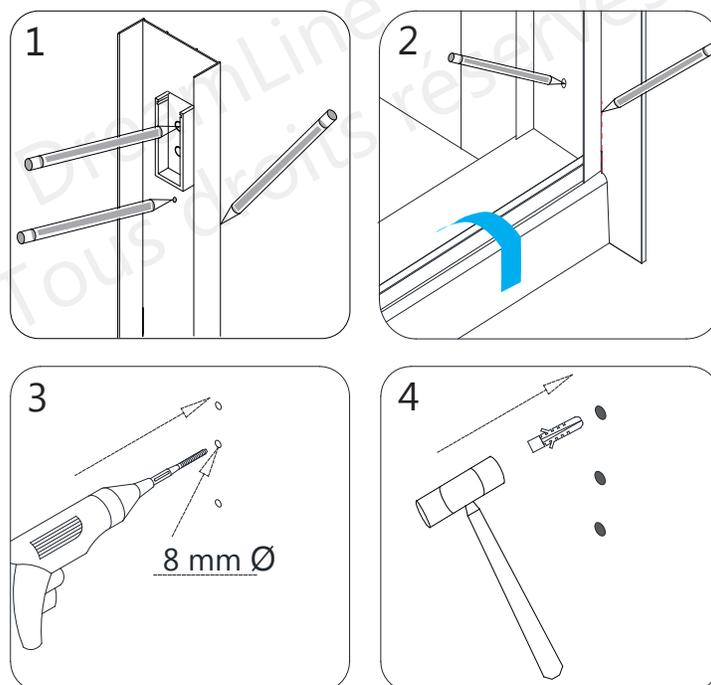

Fig 15
15. Retirez le **Rail du Haut (N° 01)**. Retirez la **Fixation du Rail (N° 02)** de l'extrémité du **Rail du Haut (N° 01)** et maintenez-la en place sur le **Profilé Mural (N° 19)** et sur le repère de l'étape précédente. Marquez le centre des perforations sur le mur afin de percer à travers les perforations allongées du profilé mural. Marquez également les trous sur le mur pour les deux butoirs **SafeClose™ (N° 20)** à travers les perforations du **Profilé Mural (N° 19)**. Percez les trous dans le mur **Avec une Mèche 8 mm Ø** et insérez les ancrages **Muraux (N° 18)**. **(Fig 15)**